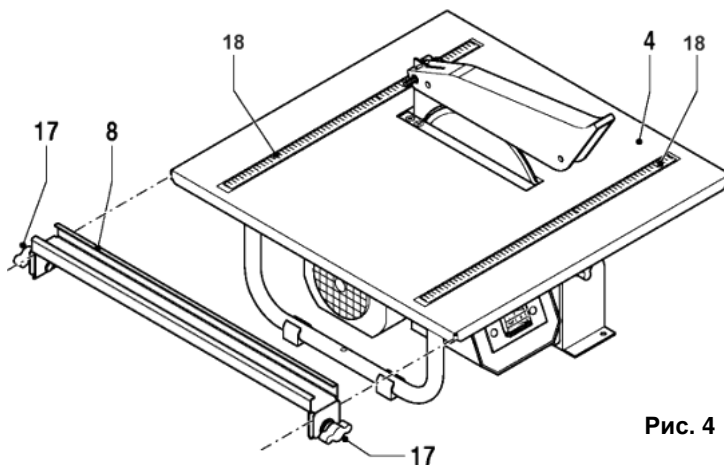

Рис. 4
- Ослабьте винты-фиксаторы (17)(См. Рис.4) на несколько оборотов.
- Задвиньте параллельное направляющее устройство (8)(См. Рис.4) в стол (4), как показано на рисунке.
- Установите параллельное направляющее устройство (8) на необходимом расстоянии от кромки.
- Установка контролируется по показаниям шкалы (18).